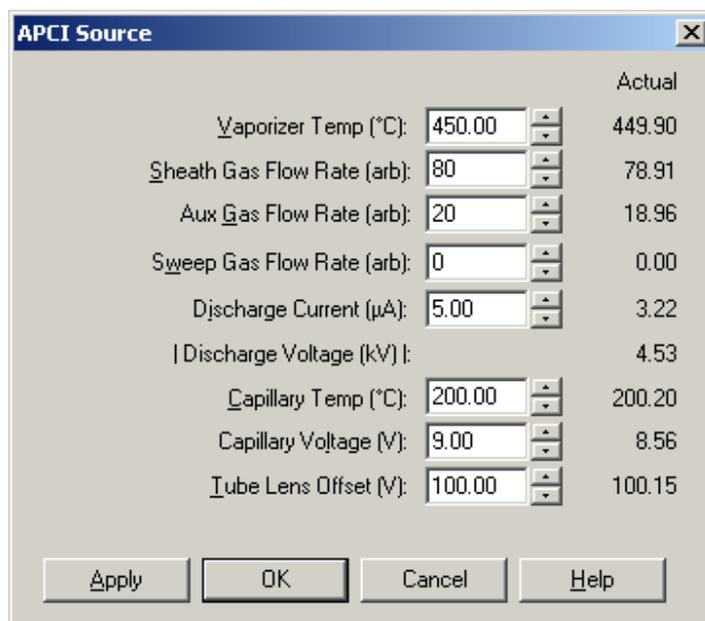

图7-3 APCI Source 对话框, 图中所示是常规高流速实验的正确设置。
- a. 在Instrument Setup工具栏, 点击API Source钮打开APCI Source对话框, 参见图7-3
- b. 确定对话框的设置与图7-3相同